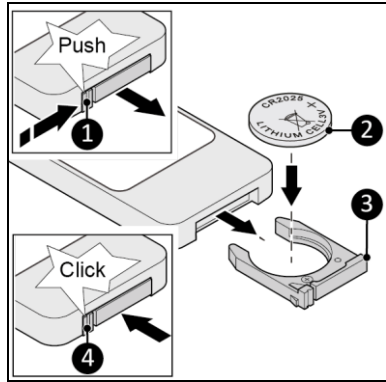

Abbildung 5
1. Drücken Sie auf die Lasche (Abbildung 5, Pos. 1) und entfernen Sie das Batteriefach aus der Fernbedienung.
2. Legen Sie eine Batterie vom Typ CR2025 wie angegeben (Abbildung 5, Pos. 2) ein.
3. Schieben Sie das Batteriefach zurück, bis die Lasche einrastet (Abbildung 5, Pos. 4).